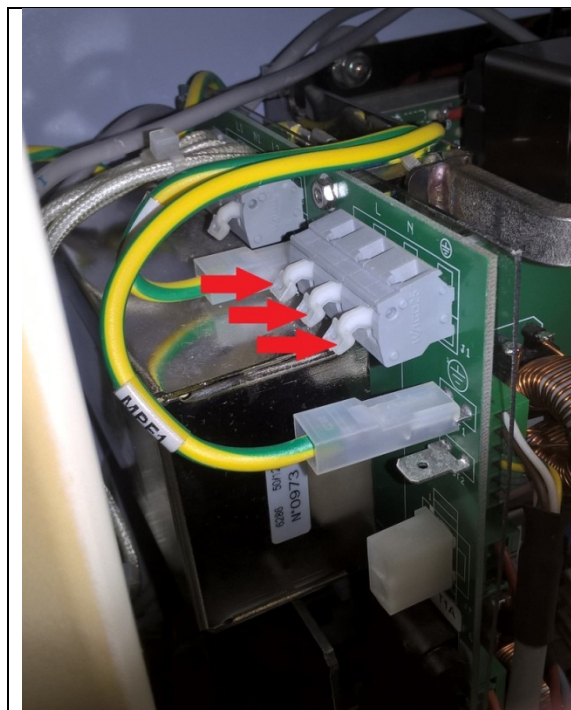
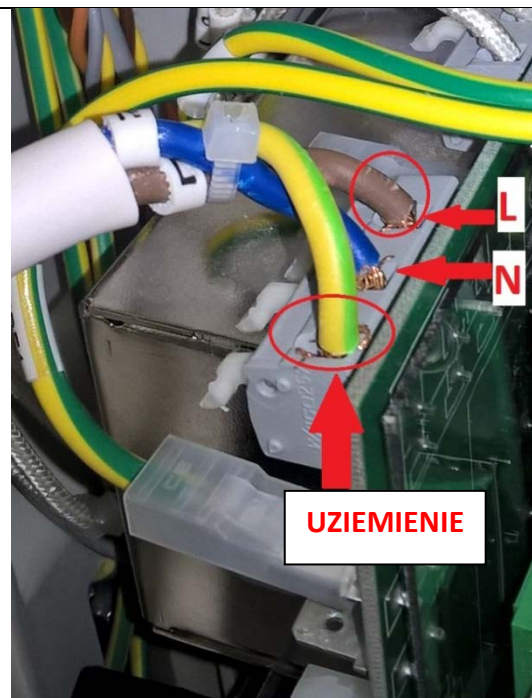

Rys. 17
Rys. 18
16. Umieścić przewód zasilający wewnątrz aparatu, a następnie — jeśli dotyczy — przesunąć ferryty w pierwotne położenie na przewodzie (rys. 17 i rys. 18).